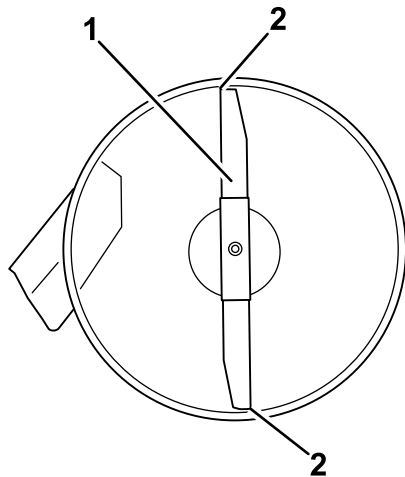

Figure 52
4. Faites pivoter les lames avec précaution pour faire passer les pointes avant à l'arrière (Figure 52).
5. Mesurez la distance entre la pointe de la lame avant et la pointe de la lame arrière par rapport à la surface plane (Figure 52). Si la pointe avant de la lame n'est pas de 1,6 à 7,9 mm (1/16 à 5/16 po) plus basse que la pointe arrière, réglez le contre-écrou avant.
8. Une fois le réglage effectué, vérifiez à nouveau l'inclinaison avant/arrière des lames. Poursuivez le réglage de l'écrou jusqu'à ce que la pointe avant de lame soit de 1,6 à 7,9 mm (1/16 à 5/16 po) plus basse que la pointe arrière (Figure 52).